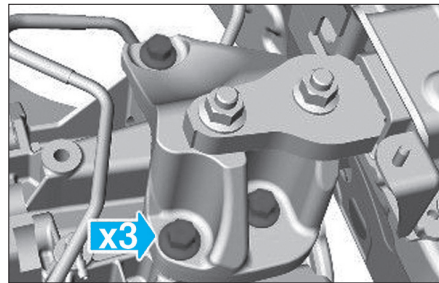

Fig. 8
- Déposer le support de boîte de vitesses (Fig.8).